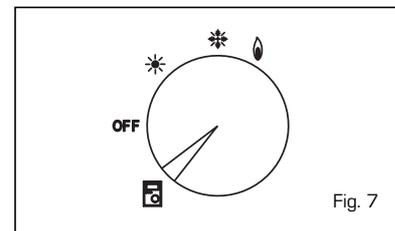

Fig. 7
Cuando la caldera está conectada al regulador "Logica Remote Control" el selector CR/OFF/VER/INV/DESBLOQUEO deberá estar conenctado en la posición (CR); los pomos de los potenciómetros sanitario y calefacción no ejercitarán más ningún control y todas las funciones serán manejadas por el regulador (fig. 7).